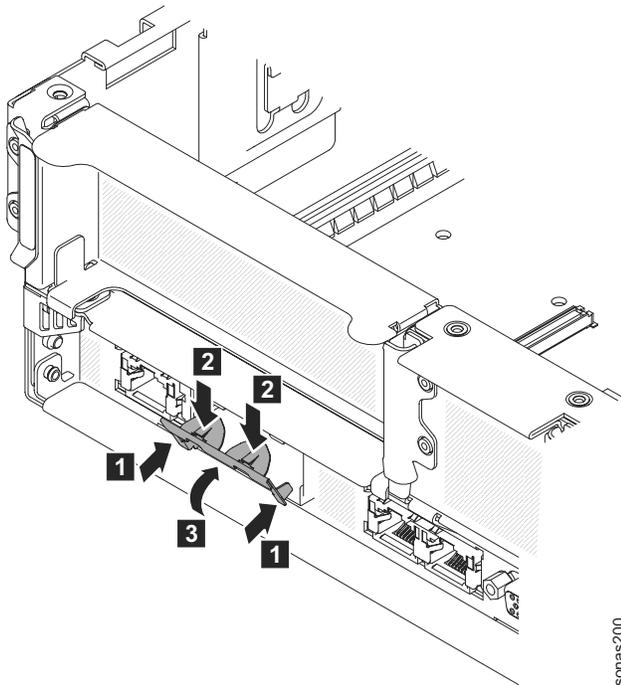

図 15. シャーシ上のポート開口部の位置
7. 金属製クリップの下部のタブを、シャーシの外側からポート開口部に挿入します。138 ページの図 15 を参照。